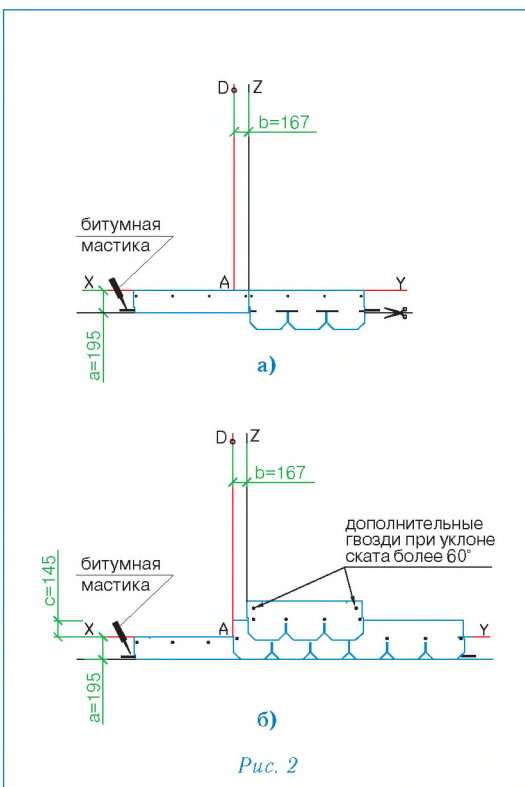

Рис. 2
Укладка материала (рис. 2)
- Начальный ряд формируется из листов черепицы ЛИБЕРТИ с обрезанными лепестками. Полученные таким образом полосы шириной 19,5 см укладываются по линии карниза в обе стороны от линии Z (рис. 2а) и фиксируются по нижнему краю битумной мастикой, а по верхней кромке 4 гвоздями (ось гвоздей на 5 см ниже верхнего края полосы);
- далее первый ряд черепицы укладывается от линии AD (рис. 2б);
- второй ряд укладывается от линии Z (со смещением 16,7 см от AD) (рис. 2б);
Каждый лист черепицы ЛИБЕРТИ крепится 4 гвоздями таким образом, чтобы гвоздь прошивал и верхний край нижележащего листа черепицы (рис. 2б).